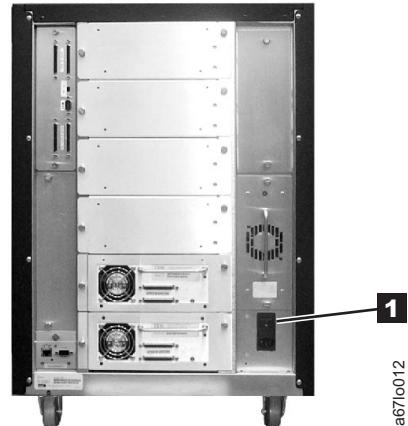

Abbildung 65. Hauptnetzschalter
2. Legen Sie den Hauptnetzschalter (**1** in Abb. 65) auf | (Ein), um die Einheit einzuschalten.
2. Legen Sie den Hauptnetzschalter (1 in Abb. 65 auf Seite 84) auf O (Aus), um die Einheit auszuschalten. Das Kassettenarchiv wird nicht mehr mit Strom versorgt.
Legen Sie den Hauptnetzschalter (1 in Abb. 65 auf Seite 84) auf O (Aus), um die Einheit auszuschalten. Das Kassettenarchiv wird nicht mehr mit Strom versorgt. Alle Greifarmbewegungen werden sofort gestoppt.